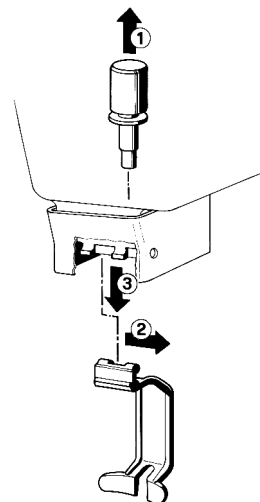

figura 6
- 1 - Sfilare (1) il pistone e quindi smontare (2-3) la leva comando rubinetto (vedere figura 6).